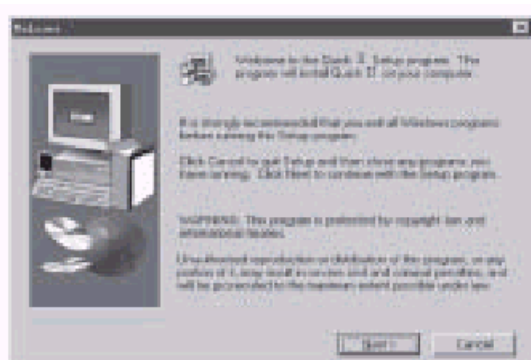

Fig 2.2 Ventana de Instalación-Introducción
2. Ingrese a la ventana de instalación de Quick II, tal como se muestra en la Fig. 2.2.